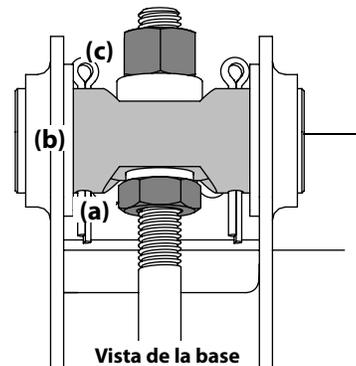

Figura 4-7
5. Con una llave, eleve la parte delantera de la plataforma, para lo que debe aflojar las tuercas de seguridad (a) al frente del pasador de pivote (b) y luego ajuste las contratuercas (c) en la parte posterior de dicho pasador para elevar la parte delantera de la plataforma y sujetarla en su lugar. Vea la Figura 4-7.
6. Con una llave, baje la parte delantera de la plataforma, para lo que debe aflojar las tuercas de seguridad (c) de la parte posterior del pasador de pivote (b) y luego ajuste la contratuerca (a) en el frente de dicho pasador para bajar el frente de la plataforma y sujetarla en su lugar. Vea la Figura 4-7.